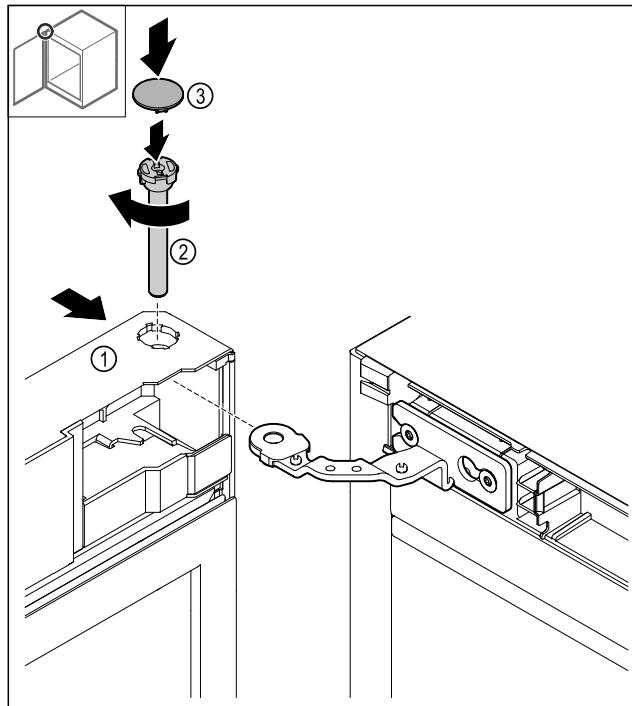

Fig. 44
- Tür Fig. 44 (1) oben auf das Scharnier schieben.
- Bolzen Fig. 44 (2) einstecken und im Uhrzeigersinn festdrehen.
- Abdeckung Fig. 44 (3) aufsetzen.